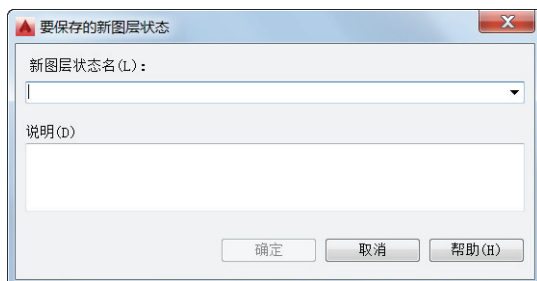
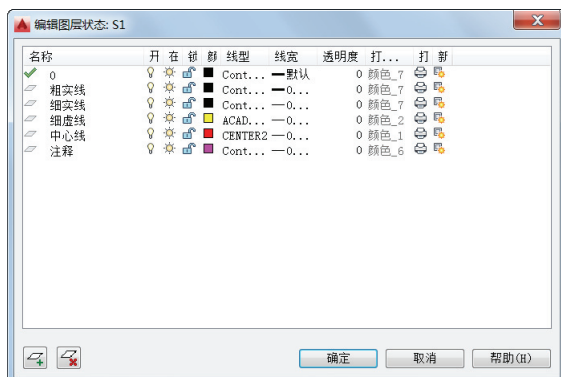

图 6-28 “要保存的新图层状态”对话框
图 6-29 “编辑图层状态: S1”对话框
- (1) “图层状态”列表框: 在该列表框中列出图形中已保存的图层状态。
- (2) “不列出外部参照中的图层状态”复选框: 该复选框用来控制是否显示外部参照中的图层状态。
- (3) “新建”按钮: 单击该按钮, 则打开图 6-28 所示的“要保存的新图层状态”对话框, 从中输入新图层状态的名称和说明, 从而创建新的图层状态。
- (4) “保存”按钮: 单击该按钮, 将图形中的当前图层设置保存到选定的图层状态, 从而替换以前保存的设置。另外, 此操作还可保存默认的“要恢复的图层特性”设置。
- (5) “编辑”按钮: 单击该按钮, 则打开图 6-29 所示的“编辑图层状态: S1”对话框, 从中可以修改选定的命名图层状态。
- (6) “重命名”按钮: 单击该按钮, 则进行编辑图层状态名的操作, 即重命名选定的图层状态。
- (7) “删除”按钮: 删除选定的图层状态。